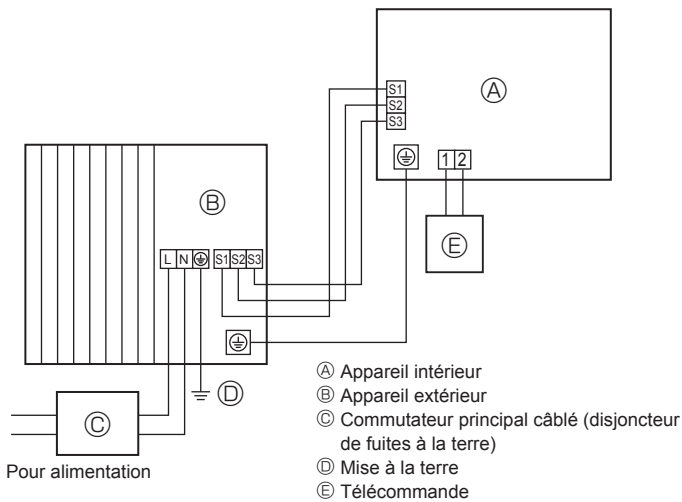
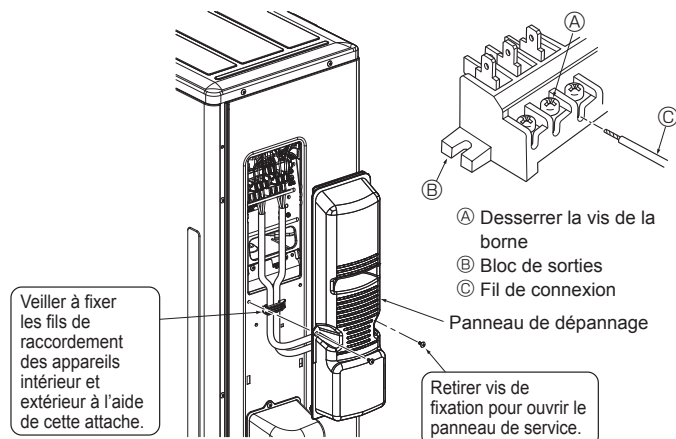
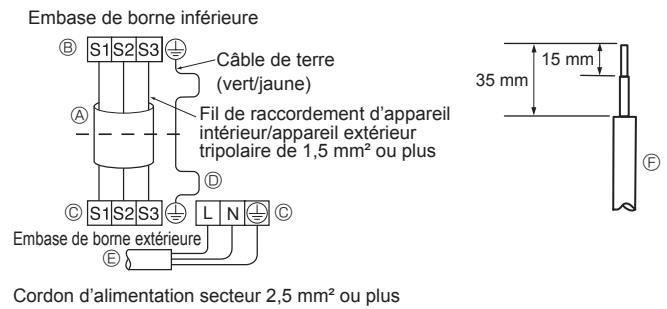

Fig. 6-1
Fig. 6-3
Fig. 6-2
6.1. Appareil extérieur (Fig. 6-1, Fig. 6-2, Fig. 6-3)
- ① Déposer le panneau de service.
- ② Raccorder les câbles conformément aux Fig. 6-1, Fig. 6-2 et Fig. 6-3.
- Effectuer le câblage selon le diagramme en bas et à gauche. (Se procurer le câble localement) (Fig. 6-2)